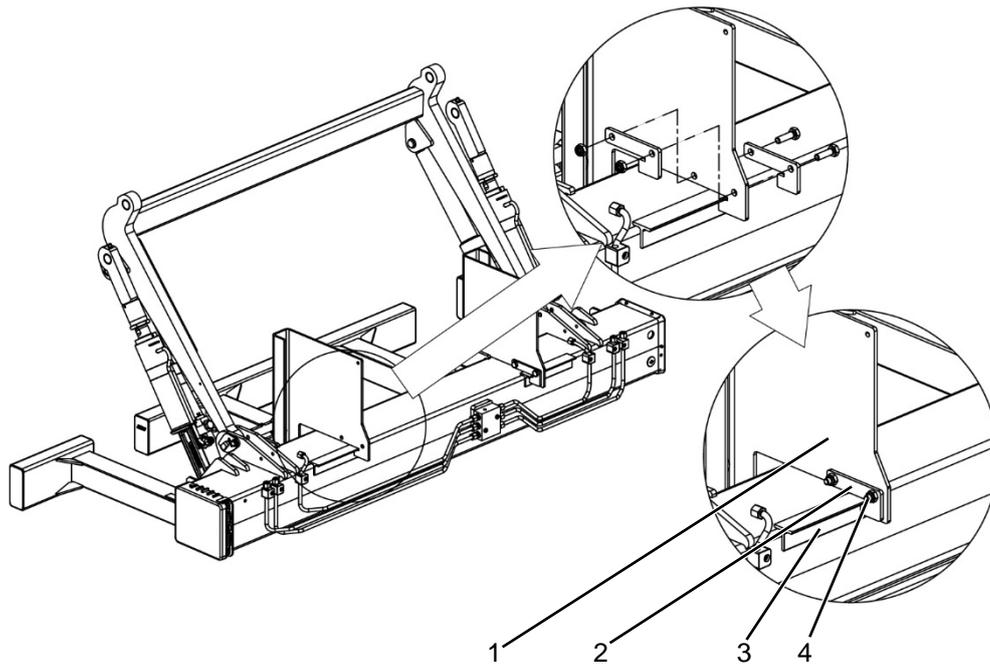

Figure 11 : Renforcement des consoles
Sur les hayons élévateurs C 1000 S et C 1500 L, les consoles doivent être renforcées avec le kit de montage (N° réf. 2030247) (voir Figure 11, à la page 32).
- ▶ Placez les tôles sur les consoles des deux côtés et accrochez-les derrière les profilés T (voir Figure 11).